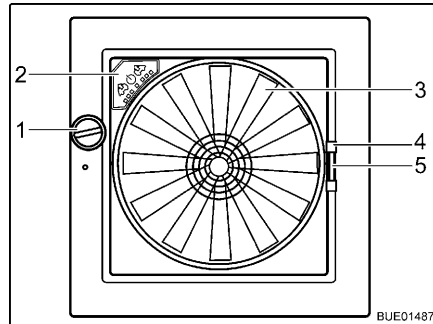

Bild 85 Dachhaube Omni-Vent
- Öffnen:** ■ Drehknopf (Bild 85,1) drehen, bis der gewünschte Öffnungswinkel erreicht ist.
- Schließen:** ■ Drehknopf (Bild 85,1) drehen, bis Dachhaube vollständig geschlossen ist.
- Schließen:** ■ Insektenschutz am Griff (Bild 85,4) zur gegenüberliegenden Rahmenseite ziehen.
- Schließen:** ■ Griff (Bild 85,5) der Verdunklung zusammendrücken.
Ventilator Wenn die Dachhaube geöffnet ist, kann der Innenraum mit dem 6-stufigen Ventilator (Bild 85,3) belüftet und entlüftet werden. Der Ventilator wird am Bedienfeld (Bild 85,2) bedient.